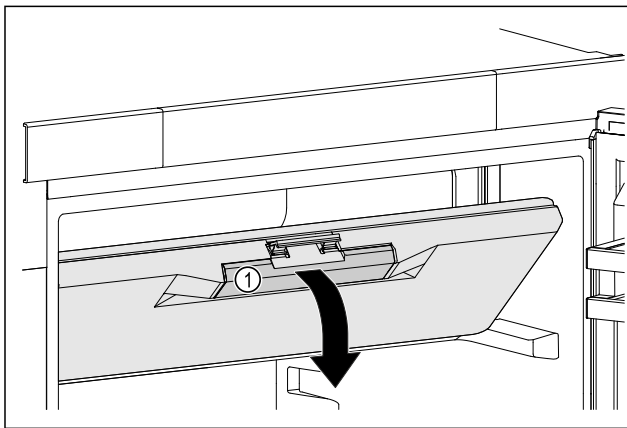

Fig. 43
► Kapni derën e ndarjes së ngrirjes te doreza e futur Fig. 43 (1).